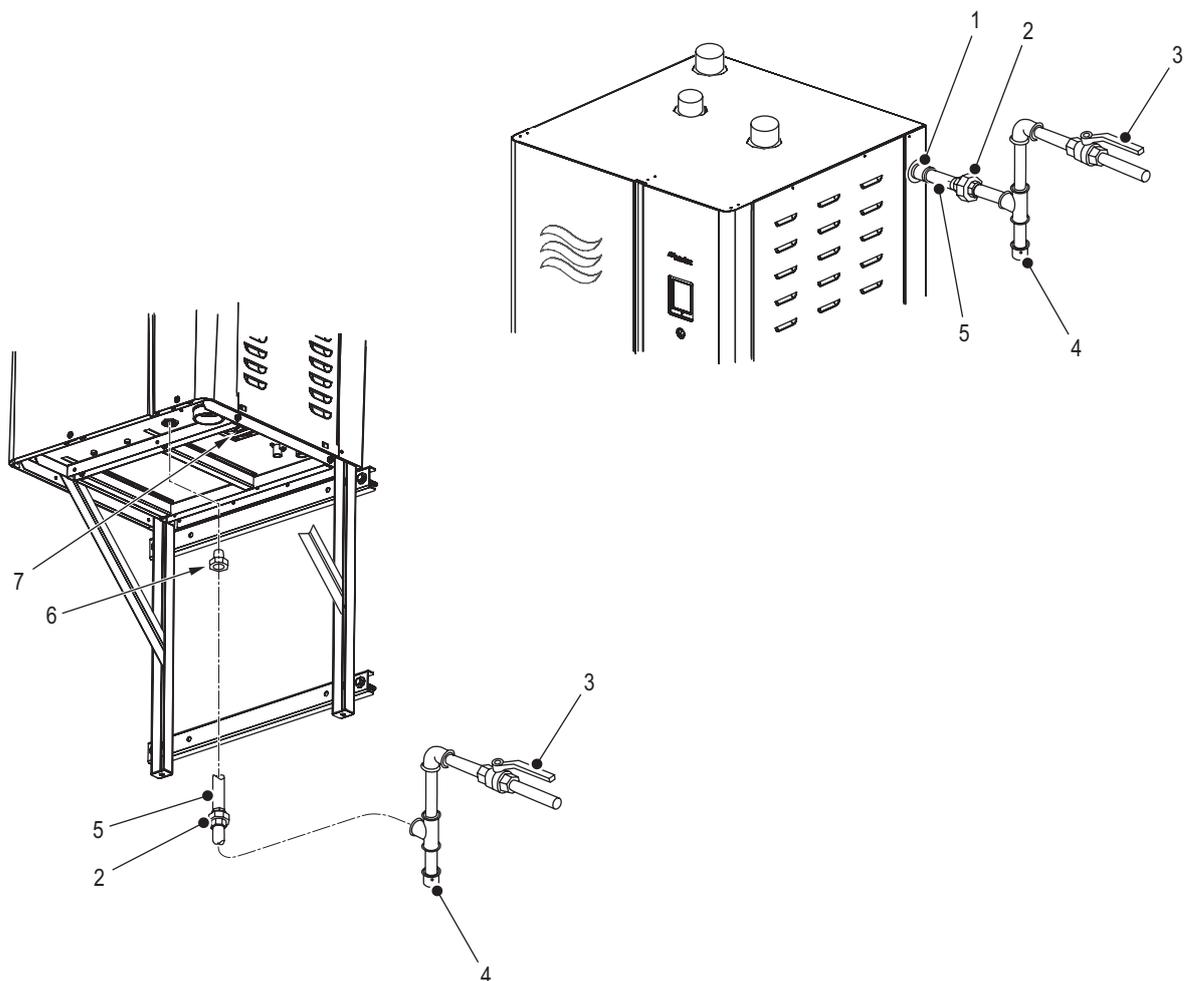

Figure 23: Raccordement de gaz
- Un robinet d'arrêt manuel de gaz certifié doit être installé immédiatement en amont de l'humidificateur. Veuillez vous référer à la Figure 23.